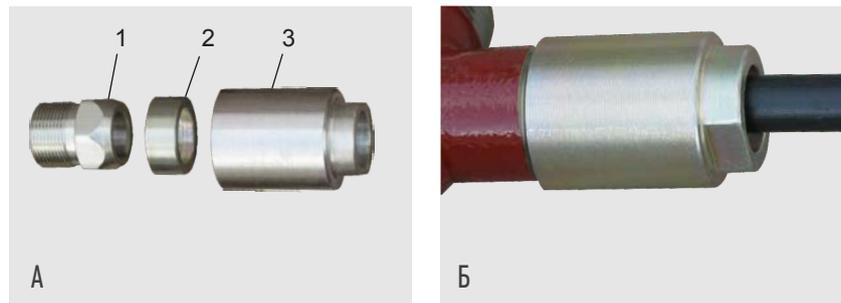

Рис. 4. Кабельные вводы "D18", "D26" (и "D12" некоторых изделий) оснащены хомутами, предназначенными для крепления металлорукава или брони кабеля:
3) Кабельные вводы D18, D26 (и кабельные вводы D12 некоторых изделий*) оснащаются нажимными резьбовыми втулками с хомутами, предназначенными для крепления брони и металлорукава (рис. 4).
3) Изделия с кабельными вводами без наружной резьбы M24 по умолчанию в заказе комплектуются резьбовыми втулками с хомутами (рис. 4).